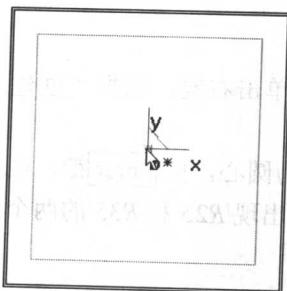

图 0-4 点的捕捉
- ③ 移动光标到屏幕中心的 XOY 坐标原点位置，待光标提示由  变为  时，单击左键确定，绘制以原点为中心的 120×120 的矩形，如图 0-4 所示。单击右键退出矩形绘制命令。